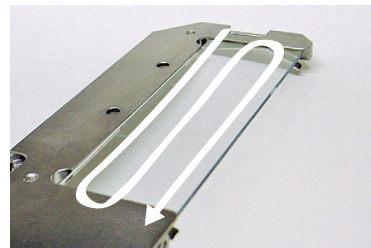

Fig. 5 スプレーノズルの動かし方の例
低濃度マトリックス溶液①の塗布: ニードルストッパーを0.25~0.3回転程度回した状態でエアブラシを大きく動かしながらサンプルプレート全体に噴霧します(Fig. 5)。350 μ L噴霧後、ガラス表面がわずかに曇っている程度。